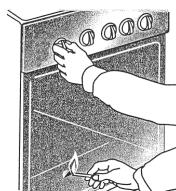

Рис. 12
- одновременно с поворотом ручки крана поднести горящую спичку к запальнику отверстию (рис. 12);